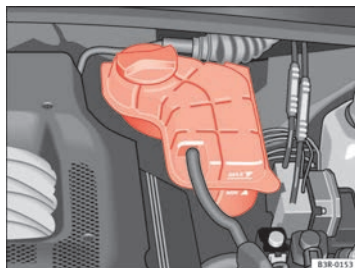

Fig. 181 Compartimento del motor: Depósito del líquido refrigerante
- Verifique el nivel del líquido refrigerante en el depósito de expansión del líquido refrigerante ⇒ **fig. 181**. Estando el motor frío, el nivel debe estar entre las marcas "min" y "max". Con el motor caliente, el nivel también puede estar un poco por encima de la marca "max".
- Ponga un paño sobre el tapón del depósito de expansión del líquido refrigerante ⇒ **página 245, fig. 181** y desenrósquelo **con cuidado** girando hacia la izquierda ⇒ .